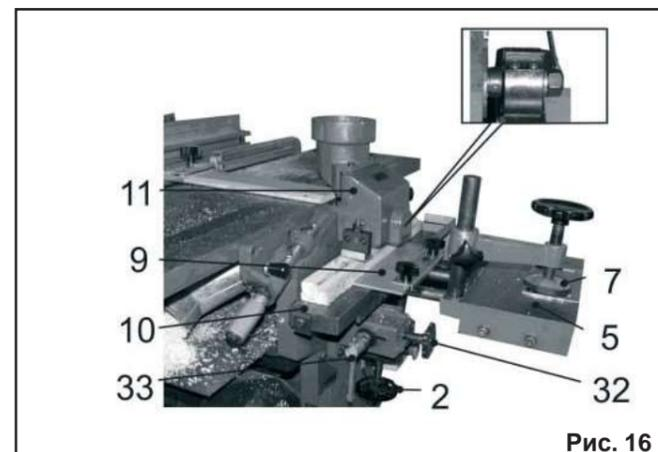
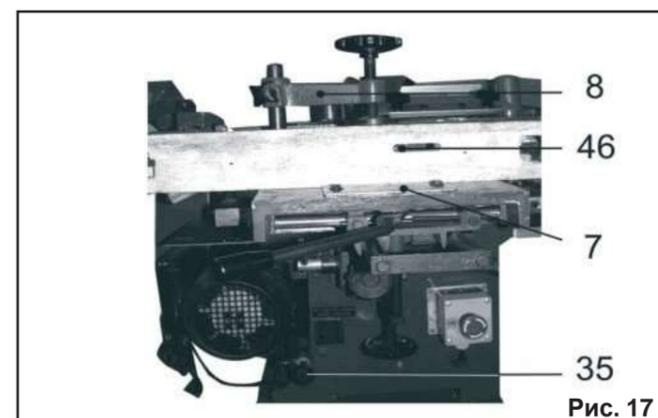

Рис. 16
Рис. 17
- перевести рычаг переключения (35) в положение «строгание/фрезерование», Рис. 17;
- поворотом ручки фиксации (33) ослабить фиксацию положения фрезерного рабочего стола (10);
- маховиком (2) установить необходимую высоту фрезерного рабочего стола (10);
- маховиком поперечного перемещения (32) установить положение фрезерного рабочего стола (10) относительно фрезерной головки (39);
- установленное положение фрезерного рабочего стола (10) зафиксировать ручкой фиксации (33);
- установить и закрепить подвижный упор (9) так, чтобы заготовка имела свободное продольное перемещение по фрезерному рабочему столу (10) и не имела поперечного перемещения;
- для удаления древесной стружки и пыли с рабочей зоны, патрубков кожуха фрезера (11) соединить с пылесосом для сбора стружки и древесной пыли (см. раздел 11.).
9.1.2. При выполнении фрезерных работ с использованием пальчиковой фрезы (46) необходимо:
- рычаг переключения (35) перевести в положение «строгание/фрезерование»;
- направляющий упор (7) установить в зависимости от глубины фрезерования / сверления.
9.2. Установки и настройки перед началом пильных работ (Рис. 16, 17, 18)